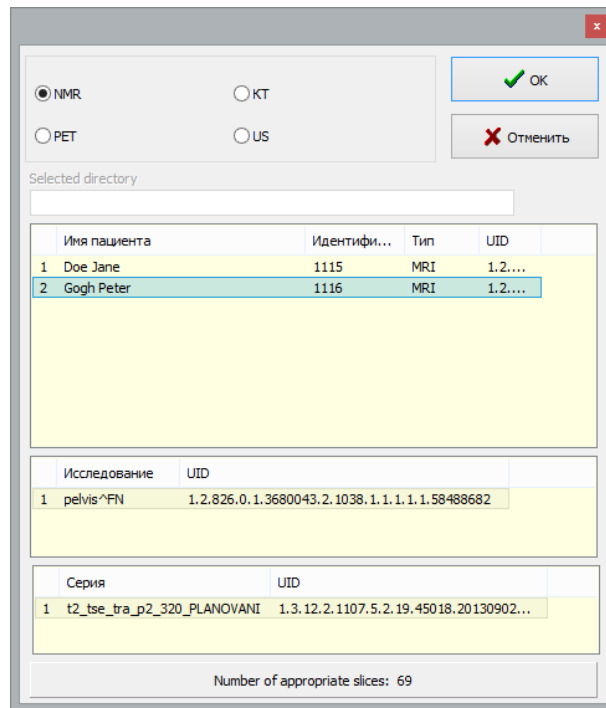

Рис. 20 Регистрация МРТ/ПЭТ/US исследования
2. Кликните на кнопку **Загрузить МРТ/ПЭТ/US исследование**  в панели быстрого доступа. Появится диалог, изображенный на Рис. 20, со списком пациентов в выбранных базах данных (МРТ/ПЭТ/US или КТ).